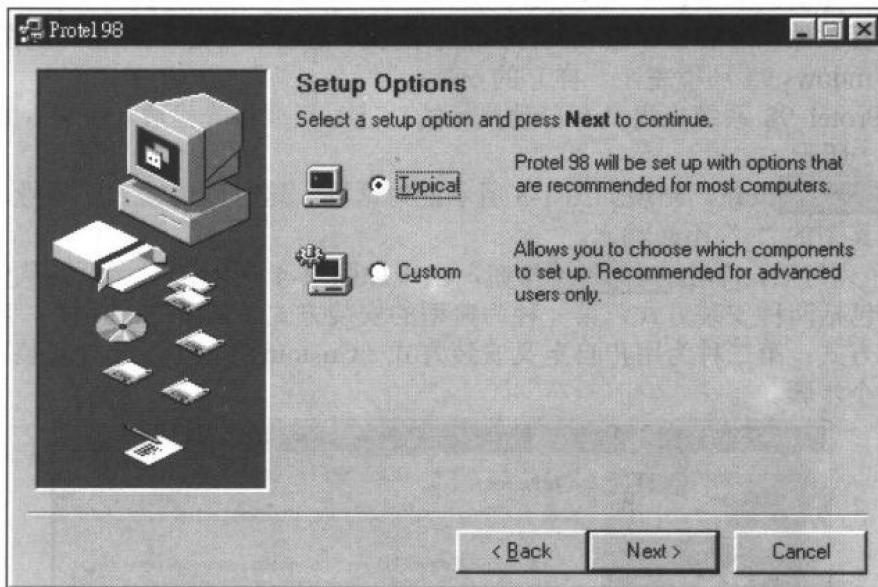

图 1-4 选择安装方式
③ 输入序列号后, 单击 **Next >** 按钮, 出现如图 1-4 所示的对话框。从中可以选择安装方式, 其中包括两种安装方式, 第一种为典型的安装方式 (Typical 选项), 我们强烈建议采用此种安装方式; 第二种为用户自定义安装方式 (Custom 选项), 此种安装方式比典型的安装方式多一个步骤。